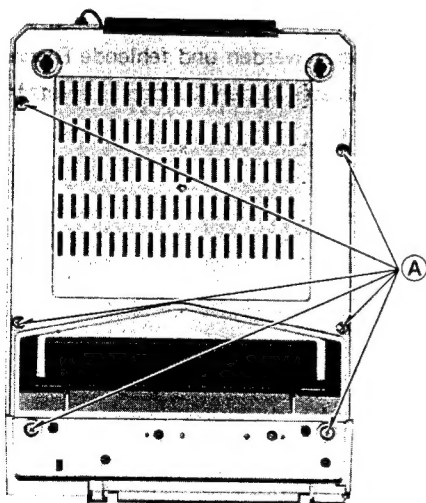

Fig. 1
1. Remove 6 screws (A) as shown in fig. 1.
1. 6 Schrauben (A) entfernen, wie in Abb. 1.